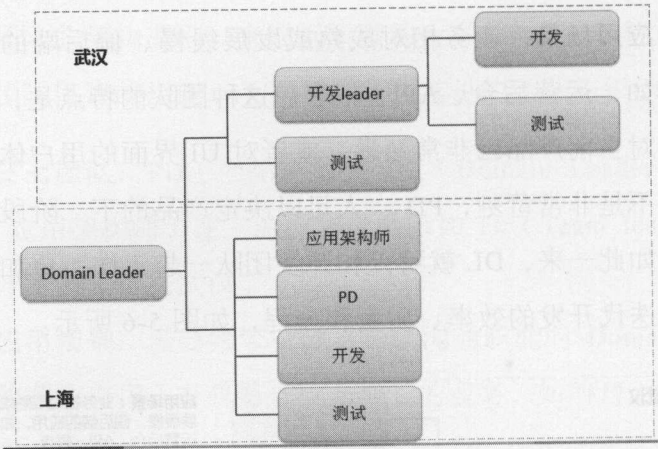

图 5-7 五五团队示意图
**应用场景：**很多情况下，也存在着上海必须有开发人员来更快地解决业务方反馈的日常紧急问题。在 DL 忙于其他事情的时候，有这样的开发人员存在，就可以加快问题解决的速度，提高业务方的满意度，如图 5-7 所示。